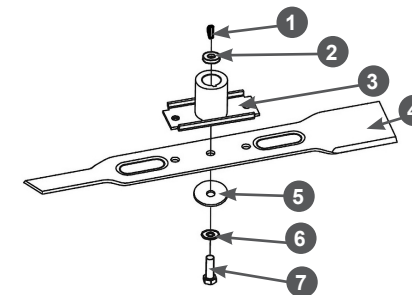

Рис. 27 Установка ножа
- С помощью соответствующего инструмента открутите болт 7 крепления ножа и снимите нож (Рис. 27).
- Снимите с вала двигателя адаптер 3 ножа и втулку 2 адаптера (Рис. 27).
- Убедитесь в том, что шпонка 1 адаптера на месте и не имеет повреждений (Рис. 27). Во избежание утери шпонки во время заточки ножа или других работ по обслуживанию газонокосилки извлеките шпонку из шпоночного паза и уберите в надёжное место.
7. Установите все детали на место в порядке, обратном снятию. Схема установки показана на Рис. 27.
8. Зафиксируйте нож от проворачивания и надёжно затяните болт 7 крепления ножа (Рис. 27).